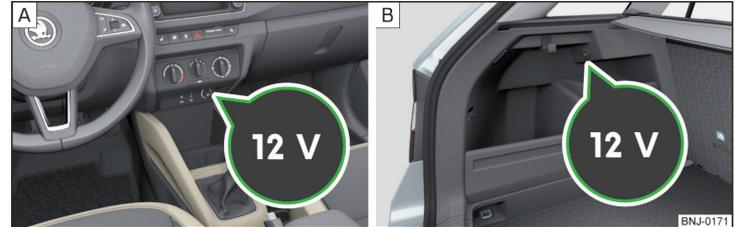

Abb. 75 Abdeckung der 12-Volt-Steckdose: im mittleren Teil der Schalttafel / im Gepäckraum
### Einbauorte der 12-Volt-Steckdosen **> Abb. 75**
- >** Die Abdeckung der Steckdose abnehmen **> Abb. 75** - **A** bzw. die Abdeckung der Steckdose öffnen **> Abb. 75** - **B**.